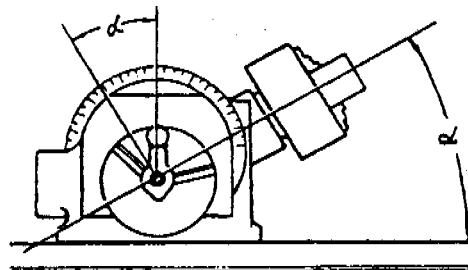

Figura 4
- 3° Paso-Verifique la inclinación del husillo del aparato divisor. Observe si la división que corresponde al ángulo ( $\alpha$ ) deseado, en la escala de la parte móvil, coincide con la referencia ( Figura 4 ).